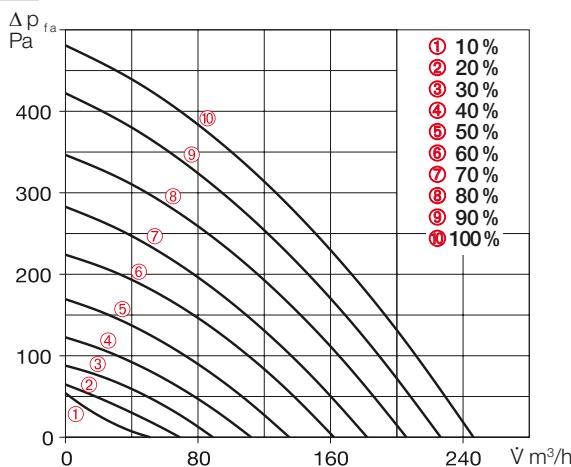
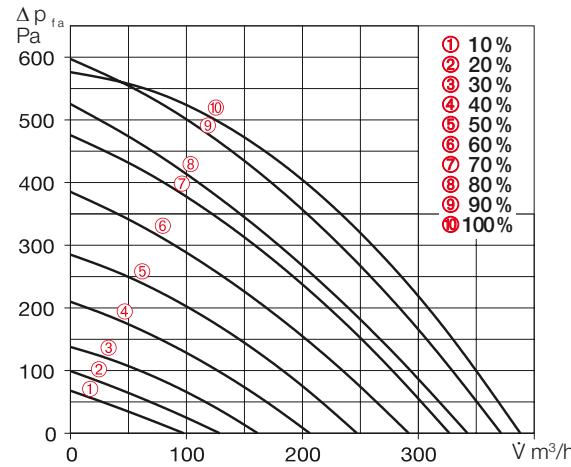

Abb. 34
Abb. 36
4. Die ermittelten Differenzdrücke der Zu- und Außenluftmessung in die Kennlinie des Gerätes für Zuluft (s. Abb. 34 und Abb. 36), entsprechend der im Lüftungsprofil hinterlegten Ventilatorleistungen, eintragen (vgl. Abb. 39 und Abb. 40).